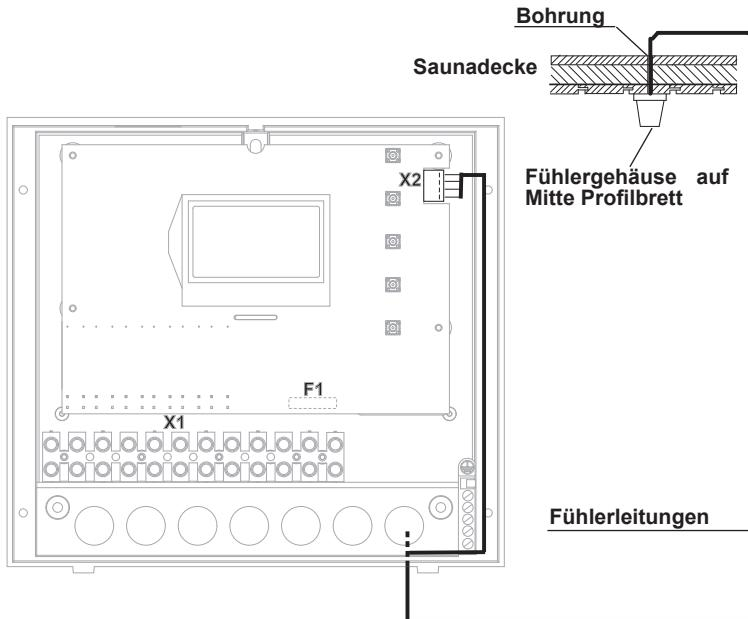

Abb. 11
- Führen Sie die Fühlerleitungen zum Steuergerät und führen sie durch die rechte Kabeleinführung in das Gerät. Verlegen Sie die Fühlerleitungen innerhalb des Steuergerätes wie in Abb. 11 gezeigt. Schließen Sie die Fühlerleitungen gemäß Abb. 12 an. Hierzu wird der Stecker X2 von der Platine abgezogen und nach dem Anschließen wieder eingesteckt.